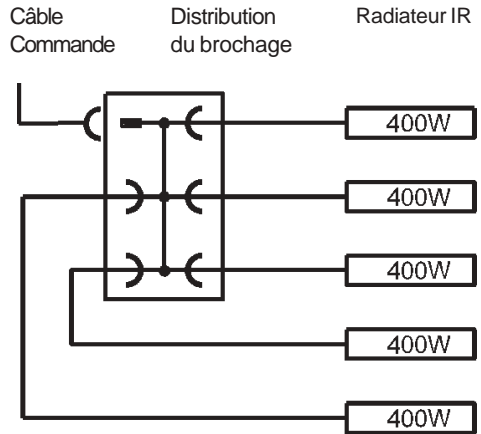

Fig. 8
- Le montage et le raccordement à la commande infra-rouge est à réaliser conformément au schéma de raccordement (Fig. 8).